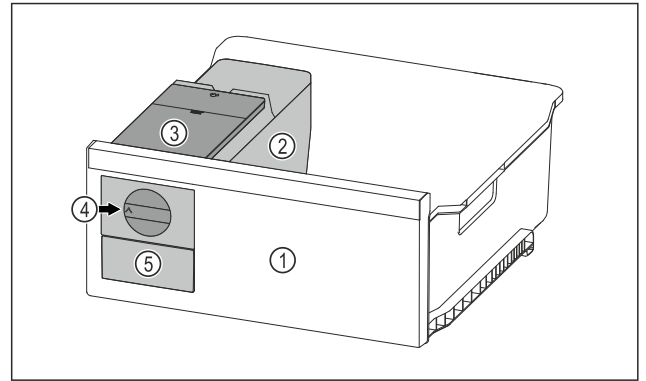

Fig. 66 Representación a modo de ejemplo
- ▶ Girar el botón giratorio Fig. 66 (4) en el sentido de las agujas del reloj hasta el tope.
- ▷ Los cubitos de hielo caen de la cubitera al compartimento de cubitos de hielo Fig. 66 (5).